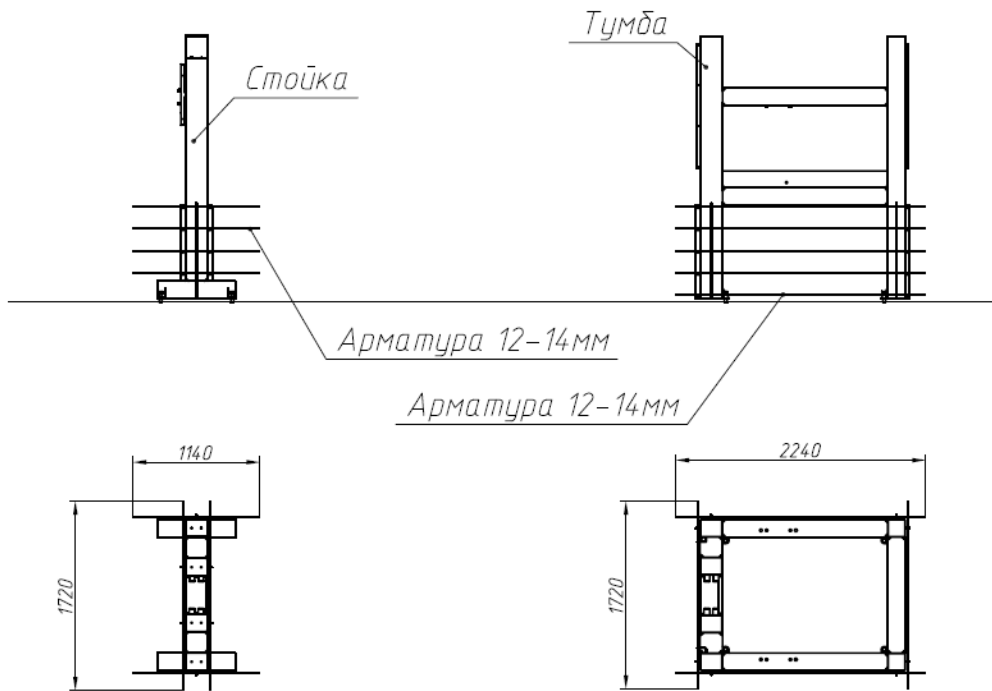

Рисунок 3
1.1.4 Установить арматурные прутки $\varnothing 12-14$ мм в отверстия на стойке и тумбе (рис. 3). Использовать арматуру периодического профиля Класса не ниже А-III. Выполнить армирование свободного пространства фундамента с основой на получившийся каркас. Требования к армированию согласно СНиП 52-01-2003. Шаг арматуры не более 400 мм. Расстояние от арматурных стержней до края бетонирования должно быть в пределах 14-100 мм. Количество необходимой арматуры приведено в таблице 2: